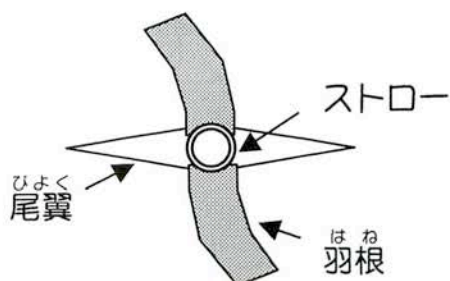

図12 ロケットを上から見た図
(7) 羽根を指でしごいて、少し開きます。このとき羽根にねじれが入るようにしごきます (図12)。